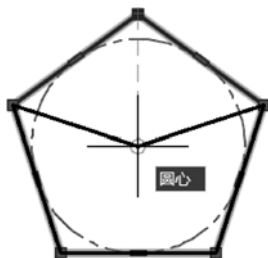

图 5-11 选择夹点进行拉伸
❷ 使用鼠标光标选择正五边形，接着选择位于最上方的一个小方块夹点，然后将该夹点拉伸到中心线圆的圆心位置处，如图 5-11 所示，然后单击以完成夹点拉伸。